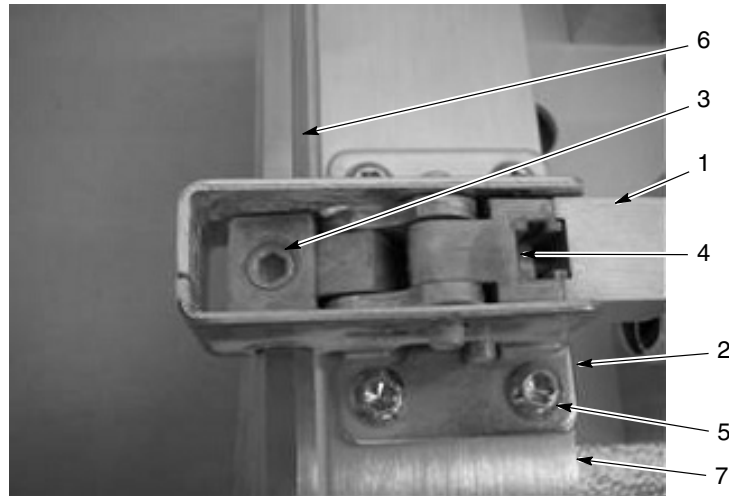

Figura 8-3 Substituição do fecho
3. Consulte a figura 8-3. Agarre no gancho em U do cilindro e puxe a haste de cilindro para a posição completamente extraída para estender os fechos e proporcionar acesso aos parafusos de fixação (3) do fecho.